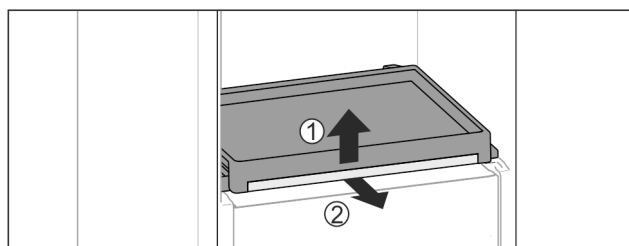

Fig. 108
- Uitschuifplateau met glasplaat eruit halen: Glasplaat aan de voorkant licht omhoog tillen Fig. 108 (1) en vanaf de voorkant eruit trekken Fig. 108 (2).